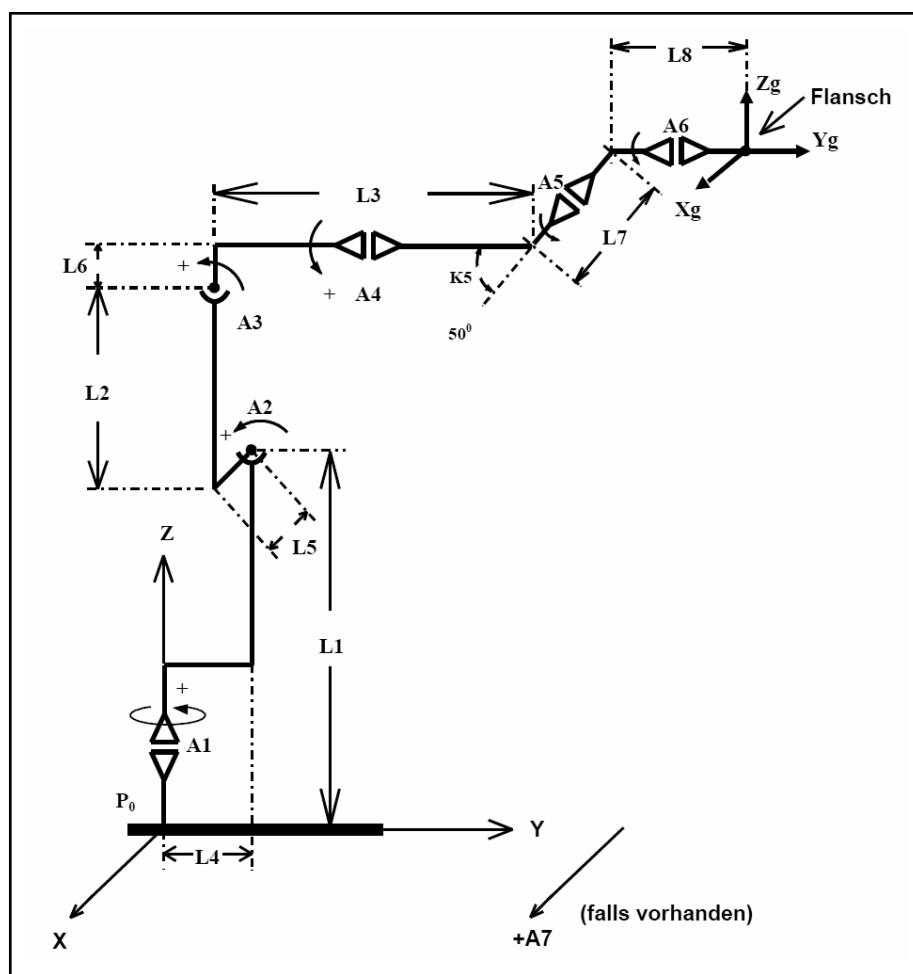

Abb. 18-53: Robotertyp 26, Winkelhand-Roboter mit 6 (7) Achsen, Nullstellung Schematisch
Das zugehörige Raumkoordinaten-System ist durch die 3 Hauptachsen (x, y, z) in Abb. 18-53 "Robotertyp 26, Winkelhand-Roboter mit 6 (7) Achsen, Nullstellung Schematisch" auf Seite 260 gekennzeichnet. Der Nullpunkt liegt im Fußpunkt P0 des Roboters.
Alle Daten sind Abb. 18-53 "Robotertyp 26, Winkelhand-Roboter mit 6 \(7\) Achsen, Nullstellung Schematisch" auf Seite 260 zu entnehmen:
Winkel, um den die Roboterhand abgelenkt ist (50°), Abb. 18-53 "Roboter-typ 26, Winkelhand-Roboter mit 6 \(7\) Achsen, Nullstellung Schematisch" auf Seite 260